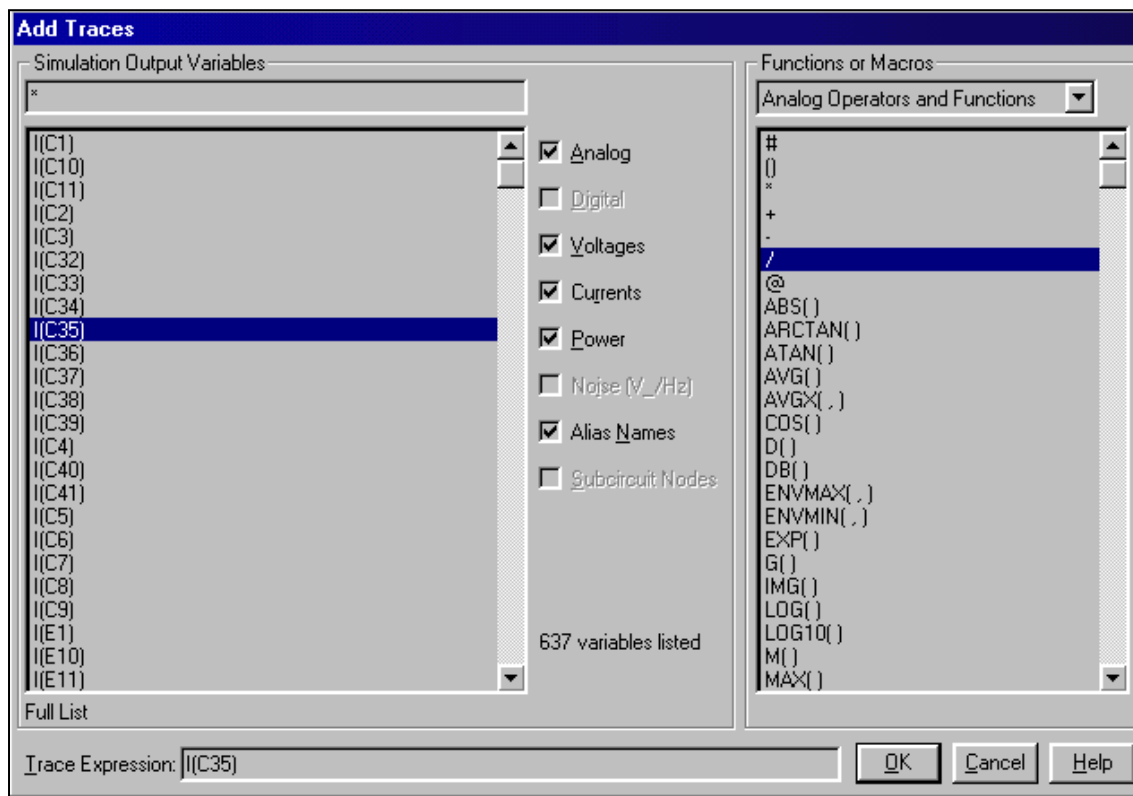

Рис. 8. Окно выбора переменных
2. **Построение графиков.** После выбора команды **Trace > Add Trace** или щелчком по пиктограмме  открывается окно выбора переменных (рис. 8). Типы переменных, перечень которых приведен в окне, определяются положением выключателей: